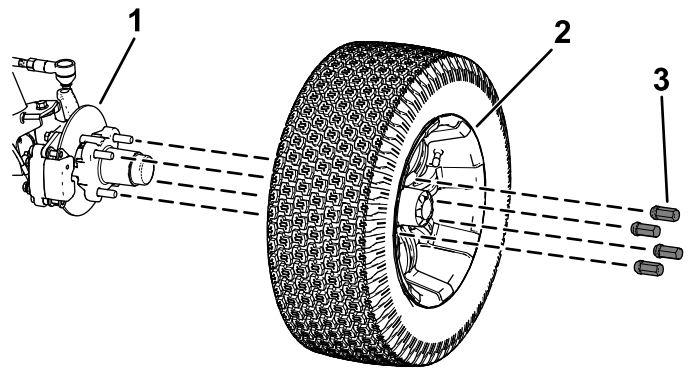

Bild 35
2. Nehmen Sie die vier Radmuttern ab, mit denen das Rad an der Radnabe befestigt ist (Bild 35).
4. Fluchten Sie die Löcher im Rad mit den Bolzen der Nabe aus und montieren das Rad so an der Nabe, dass das Reifenventil außen ist (Bild 35).
5. Befestigen Sie das Rad mit den Radmuttern an der Nabe (Bild 35).